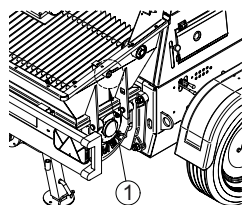

Fig.1
4.1 DESCRIZIONE POMPA PER CALCESTRUZZO (vedi fig.1)
- **L'apertura della griglia di protezione posta sulla tramoggia superiore, deve bloccare la movimentazione dell'agitatore della tramoggia inferiore, della valvola ad "S" e dei pistoni di pompaggio tramite il segnale del sensore (Fig.1 Rif.1).**